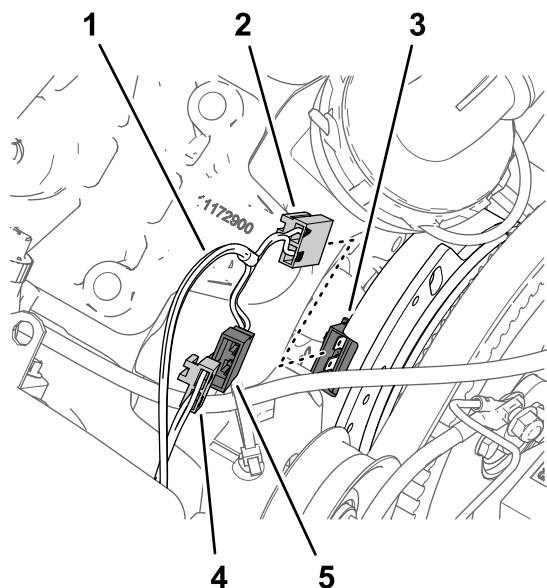

Bild 167
3. Stecken Sie den 2-Buchsen-Stecker des Kitkabelbaums, der mit PUMP CLUTCH beschriftet ist, in den 2-Stift-Stecker der Lichtmaschine (Bild 167).